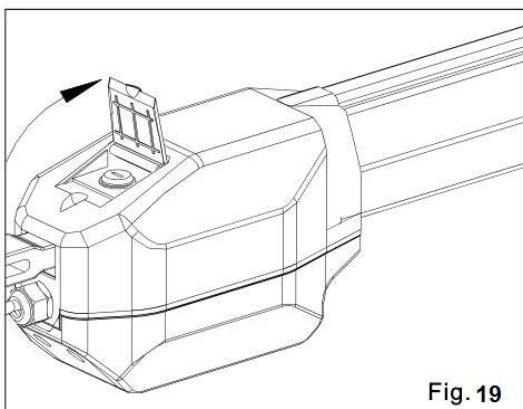

Fig. 19
- 1) Abra la tapa del sistema de desbloqueo (Fig. 19)